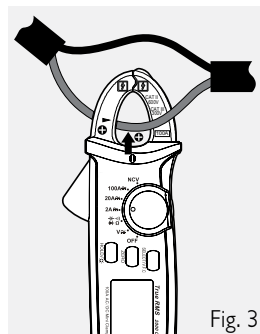

Fig. 3
- Allumez la pince avec le bouton rotatif et choisissez la plage de mesure 2A $\approx$, 20A $\approx$ ou 100A $\approx$. Faites un appui court sur la touche SELECT/V.F.C (4) pour passer à la plage de mesure CC. L'écran indique < DC > et < A >.
- Effectuez une remise à zéro sans conducteur et avec la pince fermée. Pour cela, appuyez brièvement sur ZERO (9). La remise à zéro est confirmée par un bip sonore et l'écran indique < ZERO >. Chaque appui bref sur ZERO provoque une nouvelle remise à zéro. Pour désactiver cette fonction, appuyez sur ZERO pendant env. 2 secondes. Le mot < ZERO > disparaît de l'écran. L'appareil est de nouveau en mode de mesure normale sans remise à zéro.
- Pour les mesures de courant continu, faites attention au sens de polarité de la pince. Les symboles de polarité $\oplus$ / $\ominus$ sont devant et derrière la pince. Le raccordement est correct lorsque le câble va de la source d'alimentation (+) au consommateur en passant dans la pince par l'avant (fig. 3).